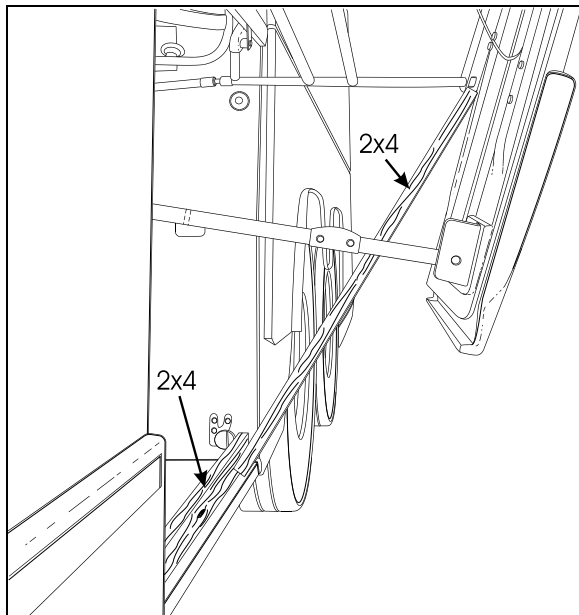

FIGURE 57 : AJUSTEMENT D'UN PANTOGRAPHE 18319
3. Installer un autre morceau de bois 2 x 4 entre le premier morceau de bois et le bas du pivot du bras de pantographe le plus bas (ou le plus court) (Figure 57).